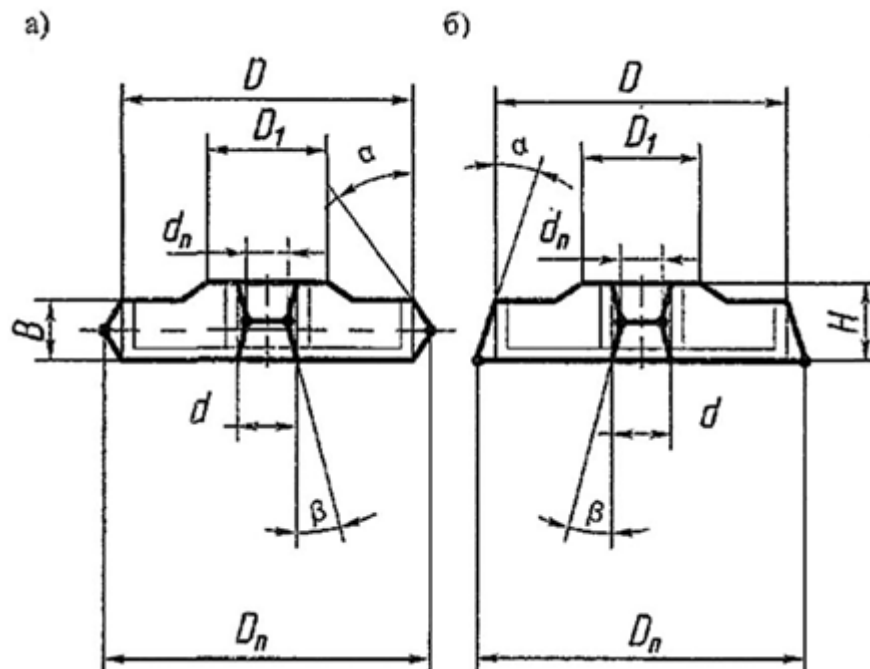

Рисунок 3 – Штамповочные уклоны и размеры поковок:
7. Назначить штамповочные уклоны и определить размеры поковки. Штамповочные уклоны назначают на все поверхности, расположенные параллельно направлению движения деформирующего инструмента (рисунок 3). В полости разъёма штампа образуются новые размеры  $D_{п}$  и  $d_{п}$ , характеризующие наибольший и наименьший внутренний диаметры поковки. Для молотов внешние ( $\alpha$ ) штамповочные уклоны принимают равными  $7^\circ$ , внутренние ( $\beta$ ) –  $10^\circ$ ; для прессов внешние ( $\alpha$ ) штамповочные уклоны принимают равными  $5^\circ$ , внутренние ( $\beta$ ) –  $7^\circ$ .